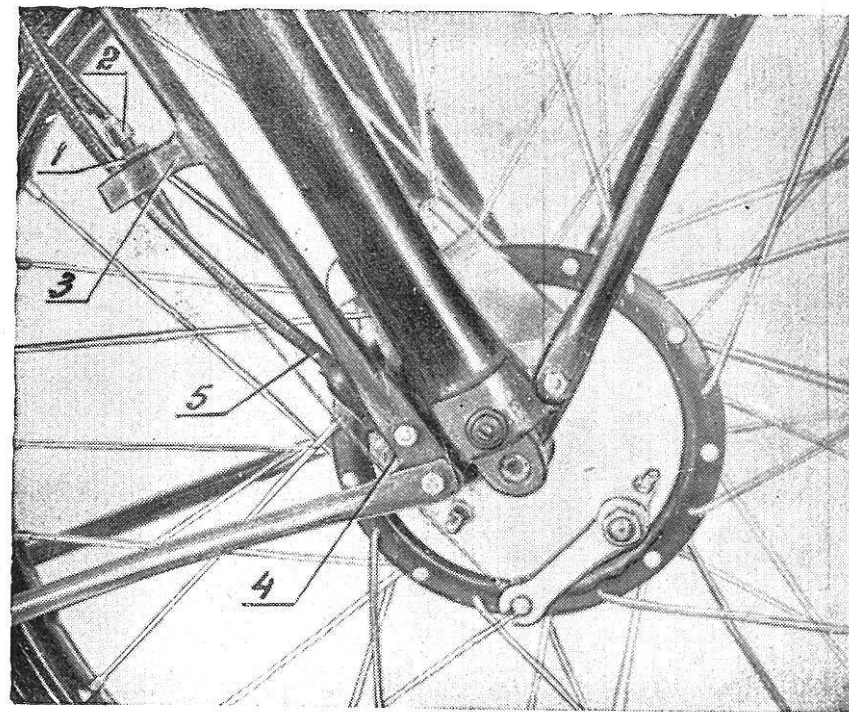

Рис. 29.
Чтобы снять переднее колесо (рис. 29 и 30), необходимо отвернуть контргайку (1) до головки регулировочного винта (2), затем регулировочный винт вернуть до конца в кронштейн (3), совместив паз на регулировочном болте, контргайке и кронштейне, после чего вывести трос переднего тормоза.